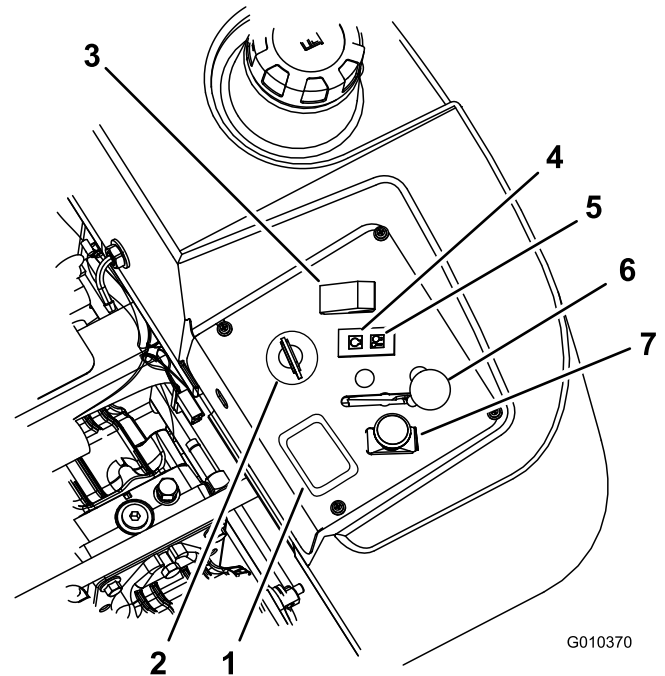

Figura 12
4. Mueva el mando de la TDF (toma de fuerza) a la posición de Desengranado (Figura 12).